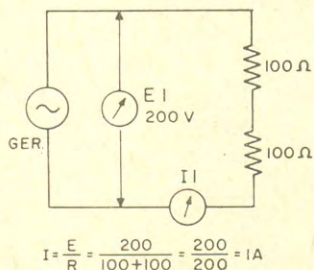

Figura 31
1.º) Seja o caso da figura 31. Conforme já vimos anteriormente, tratando-se de resistências puras, a tensão
Representação vetorial de E e I da figura 31.